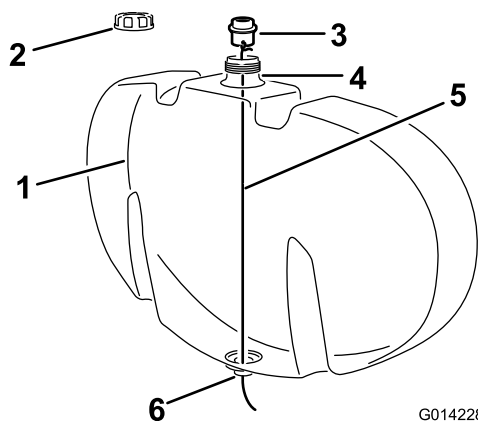

Figure 2
- B. Fixez un fil plus long que la hauteur du réservoir à l'un des trous de l'étrier de fixation du raccord de traversée (Figure 2).
- C. Enlevez le bouchon de remplissage du réservoir de rinçage (Figure 2).
- D. Descendez le fil par l'ouverture dans l'orifice de remplissage du réservoir faites-le passer par l'ouverture au fond du réservoir (Figure 2).